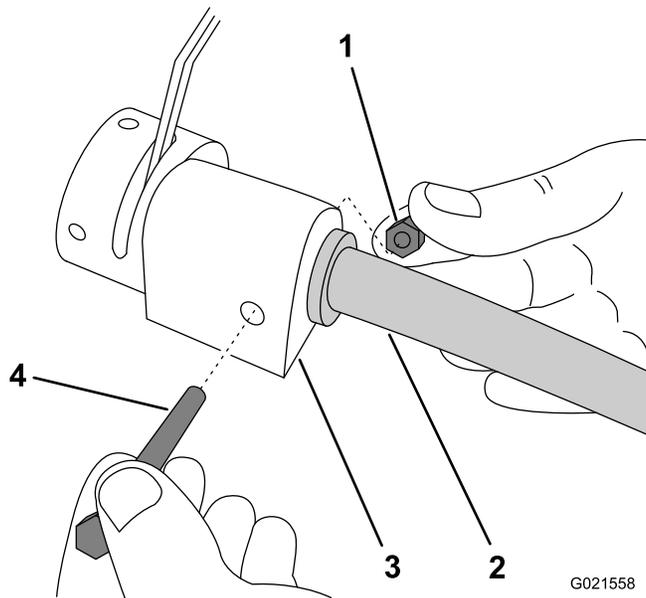

Figure 5
1. Alignez l'intérieur de la poignée sur l'adaptateur du boîtier de commande d'accélérateur (Figure 5), et insérez-le complètement.
2. Insérez le boulon dans le boîtier de commande d'accélérateur et fixez-le avec le contre-écrou (Figure 5).